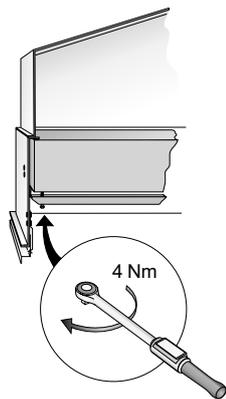

Figure 2. CDH, filtre avec garniture caoutchouc.
- Retirez des poutres en U les 4 boulons M8x40 qui maintiennent le filtre contre le caisson du diffuseur d'air – se reporter à la Figure 2. Installer un nouveau filtre comme décrit ci-dessus, en procédant dans l'ordre inverse.